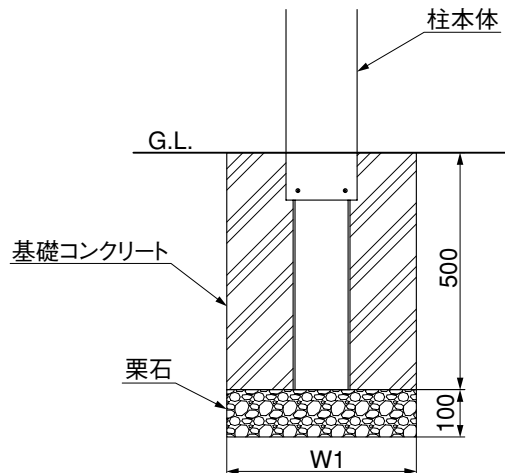

図1-1 正面・側面G.L.仕上げ基礎寸法
- ① 柱本体にアンカー棒を差込んでください。
- ② 図1-1のように、柱本体を基礎孔に立ててください。
- ③ 柱本体が倒れないように、カイモノ等で仮固定してください。